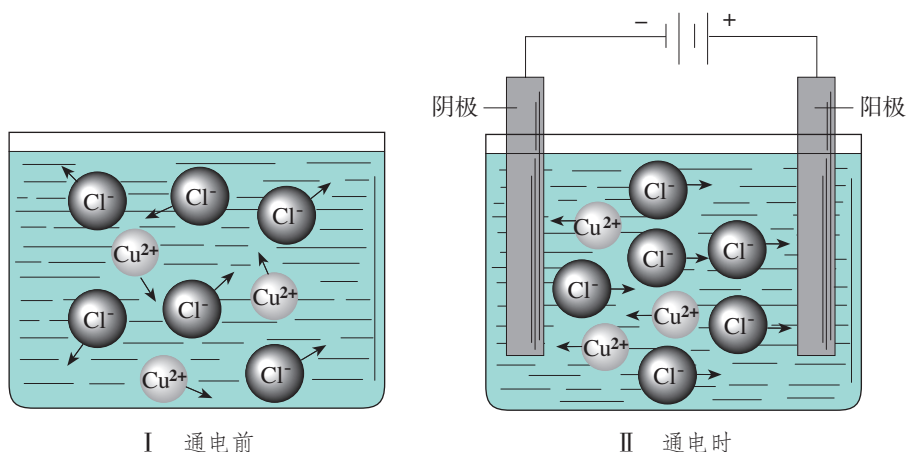

图4-10 通电前后氯化铜溶液中离子移动示意图
通电前， Cu^{2+} 和 Cl^- 在溶液中作自由运动（如图4-10 I）。通电时，这些自由运动的离子改作定向运动，即阴离子（ Cl^- ）向阳极^①（与直流电源的正极相连）迁移，
① 电化学中规定：发生氧化反应的为阳极，发生还原反应的为阴极。
阳离子 (Cu^{2+}) 向阴极 (与直流电源的负极相连) 迁移 (如图4-10 II)。在阳极上 Cl^- 失去电子发生氧化反应, 在阴极上 Cu^{2+} 得到电子发生还原反应, 这个过程叫做放电^①。
请结合图4-10 II 绘制反映电解池工作原理的示意图, 并与同学交流。示意图要求包括以下内容: